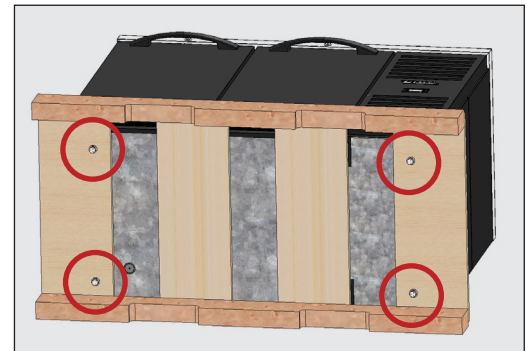

Fig. 2. Emplacements des boulons de transport.
2. À l'aide d'une clé réglable, déplacez tous les boulons de transport fixant le patin à bois au fond de l'armoire. Voir fig. 2.